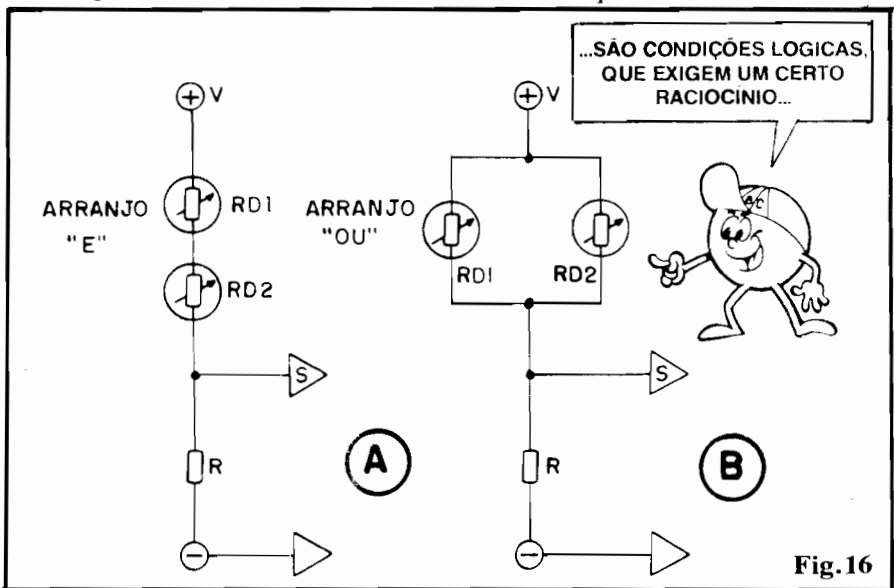

Fig.16
- FIG. 16-A - Através de simples "truques" baseados em **mais de um** "Resistor Dependente", em arranjos **série** ou **paralelo**, podemos determinar um comportamento "lógico" muito específico no sensoreamento! No exemplo, temos ainda um divisor de Tensão simples, com um resistor fixo R no ramo "inferior", porém **dois** RD, em série, constituindo o ramo "superior"... Observem que, nesse caso, apenas teremos uma sensível variação de Tensão na Saída S quando **ambos** os RD so-
- **FIG. 16-B** - Podemos obter uma ação "lógica OU", simplesmente usando **dois RD**, porém **em paralelo**, num dos dois ramos de um divisor de Tensão simples! Na configuração mostrada, quando RD1 **ou** quando RD2 tiverem seu valor ôhmico **reduzido**, obteremos um sinal de **elevação** de Tensão no ponto S. Já quando RD1 **ou** RD2 (exclusivamente um **ou** outro...) tiverem seu valor **aumentado**, a reação do arranjo (variação de Tensão "para baixo", no ponto S) será bem mais modesta... Como sempre, lembrar que podemos simplesmente inverter o comportamento geral, colocando o par/paralelo de RD "em baixo", e o resistor fixo R "em cima".
Nos dois casos exemplificados na fig. 16, vale notar que a "regrinha" de procurar manter o valor de R próximo à Resistência assumida pelo par de RD em cir-
**no geral**, o valor nominal **ideal** para o Resistor Ajustável RA será em torno do **dobro** do valor ôhmico de RD (na situação "média" de sensoramento...). Assim, num exemplo prático, se RD for um TERMÍSTOR de 5K nominais (a 25°C), o mais confortável ajuste em RA será obtido se este tiver um valor nominal de 10K... Com essa proporção, estando RA na sua posição central de ajuste (**knob** do potenciômetro ou **trim-pot** a "meio giro"...), teremos no ponto de Saída S aproximadamente **metade** da Tensão de alimentação geral V, obtendo assim a mais ampla excursão de sinal (Tensão) nas mais variadas condições de sensoramento ou valor ôhmico momentâneo assumido por RD! Notem ainda que o arranjo pode ser estruturado com o RA "em cima" ou "em baixo" no divisor de Tensão, buscando o desejado "sentido" da excursão de Tensão na Saída S... Também nada impede que arranjos "lógicos", tipo "E" ou "OU" (fig. 16) tenham o seu resistor fixo R substituído por um componente ajustável (RA), de modo a facilmente permitir a "colocação no